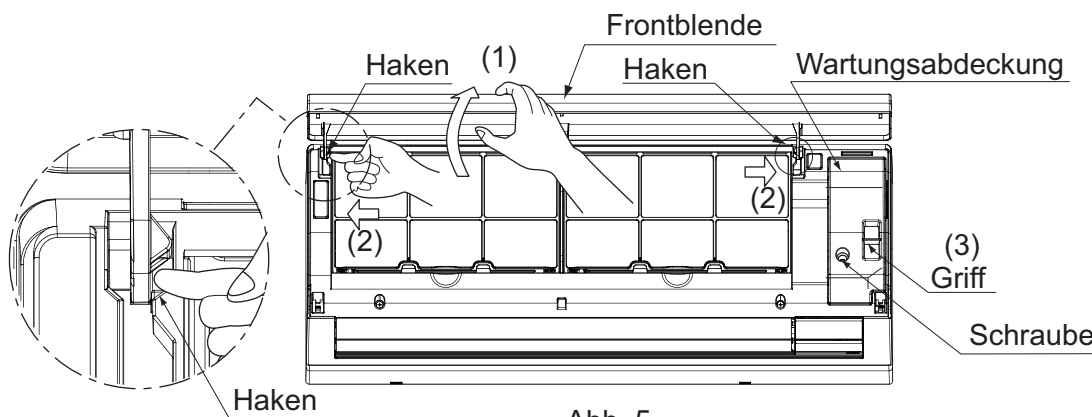

Abb. 5
(4) Entfernen Sie die Frontplatte und den Wartungsdeckel. (Siehe Abb. 5)